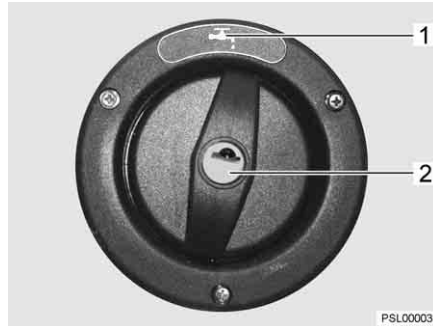

Fig. 228 Couvercle de fermeture pour bec de remplissage d'eau potable (Ixeo)
Le bec de remplissage d'eau potable est désigné par le symbole "☞" (Fig. 228,1). Le couvercle de fermeture est ouvert et verrouillé à l'aide de la clé pour les serrures extérieures.
- Insérer la clé dans le barillet (Fig. 228,2) et la tourner d'un quart de tour dans le sens inverse des aiguilles d'une montre.